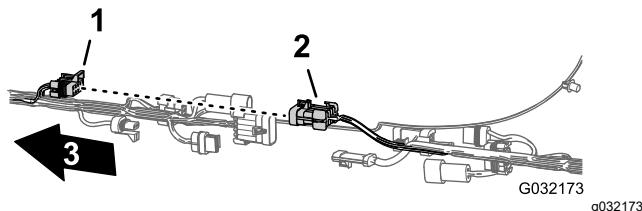

Figura 8
2. Desligue os 6 pares de conectores entre a cablagem dianteira e traseira, como se mostra de Figura 8 a Figura 13.